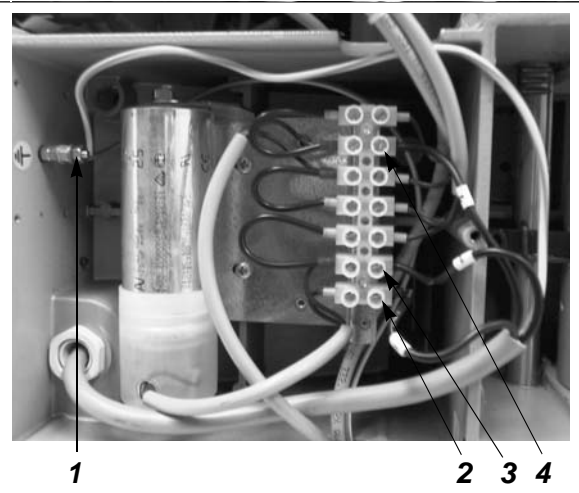

Fig. 34
- 3) Desconectar los 4 cables (1, 2, 3, 4) del motor desde sus conexiones correspondientes (fig.34).
- 20) Conectar los 4 cables del motor (1, 2, 3, 4) (fig.34).